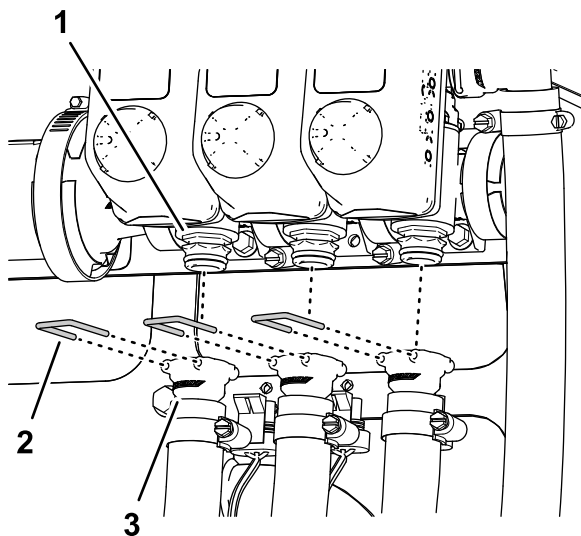

Figura 40
6. Retire las horquillas de retención que sujetan los acoplamientos rápidos de las mangueras de suministro izquierda, central y derecha de los acoplamientos rápidos de las válvulas de sección (Figura 40).
7. Retire las mangueras de suministro de las secciones izquierda, central y derecha de los acoplamientos rápidos de las válvulas de sección de fumigación, y retire las mangueras de la máquina (Figura 40).